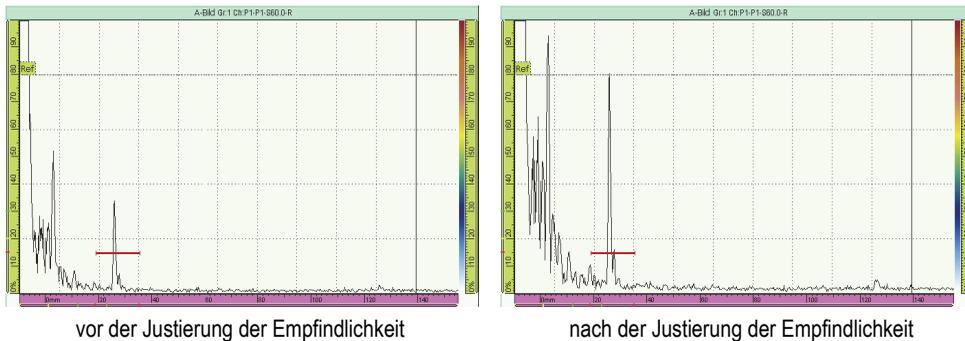

Abbildung 5-13 Signal des Referenzreflektors vor und nach der Justierung der Empfindlichkeit
3. Wählen Sie **UT > Erweitert > Ref.- Amplitude** aus und geben Sie die gewünschte Referenzamplitude (80 % im Beispiel in Abbildung 5-13 auf Seite 148) ein.
In Abbildung 5-13 auf Seite 148 wird das Signal des Referenzreflektors vor und nach dem Befehl **XX.X% einstellen** gezeigt.